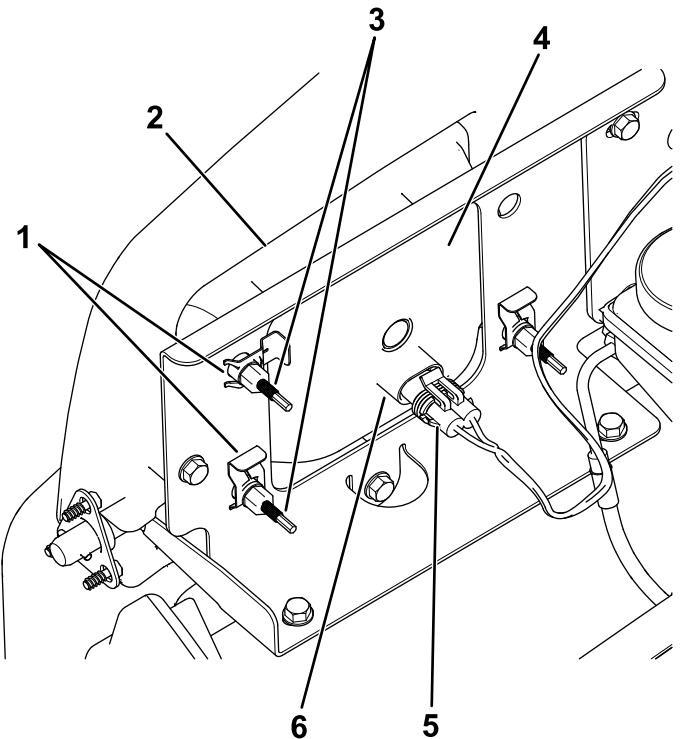

Figura 49
- 4. Togliete i fermagli che tengono bloccato il faro anteriore sulla relativa staffa (Figura 49).
- 5. Rimuovete il gruppo faro anteriore spostandolo in avanti attraverso l'apertura nel paraurti anteriore (Figura 49).
- 6. Montate il nuovo faro anteriore attraverso l'apertura nel paraurti (Figura 49).
- 8. Collegate il connettore elettrico del cablaggio al connettore del nuovo gruppo luci (Figura 49).
3. Scollegate il connettore elettrico del cablaggio dal connettore del gruppo luci (Figura 49).
- Sul retro del gruppo faro, ruotate le viti di regolazione (Figura 49) per ruotare il gruppo faro e allineare la posizione di getto del fascio.